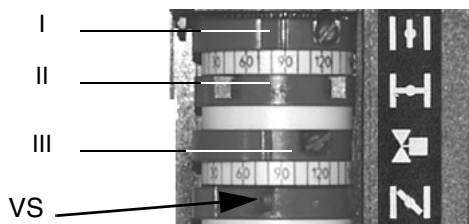

Рис. 13
- 10 когда появится пламя, нажать на секунду кнопку **P1** на печатной плате (Рис. 13), с целью наполнения трубки второй форсунки;